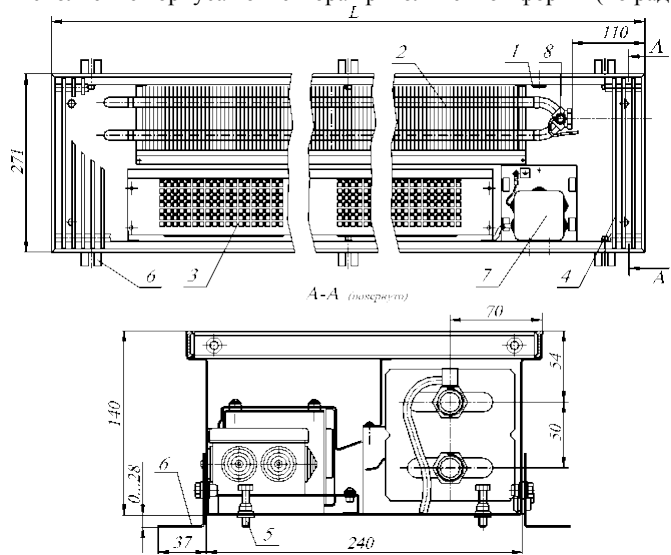

Рис.1 Конвектор КВК 27.14.060...300-ВК (ВТ)-П
Конвекторы имеют (см. рис.1, 3):
- 4.2 Размеры и технические характеристики приборов представлены на Рис.1, 2, 3, 4 и